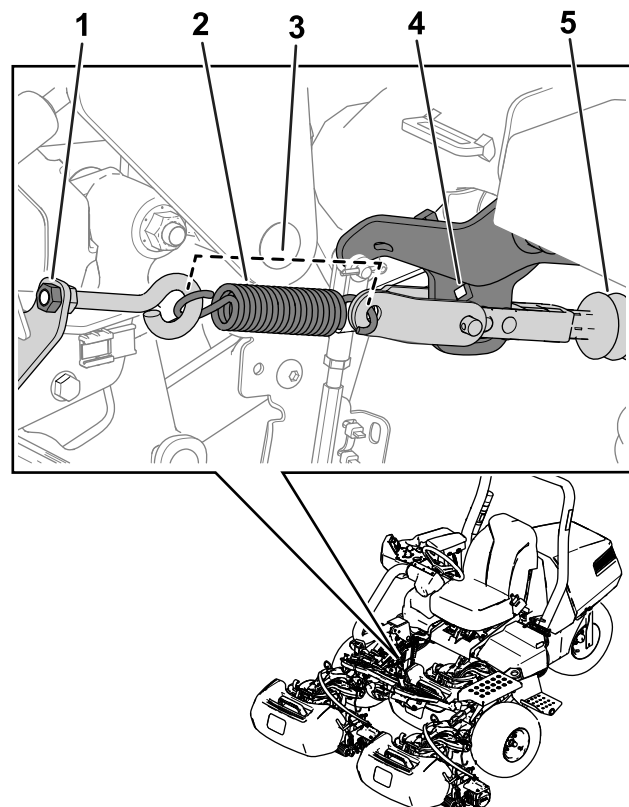

Figure 30
Remarque: Voir la Figure 30 pour cette procédure.
5. Détendez le ressort en desserrant l'écrou qui fixe le le boulon à œil au support du ressort (Figure 30).
3. Montez le ressort comme montré à la Figure 30.
4. Serrez l'écrou du boulon à œil de sorte que le ressort mesure 11,4 cm une fois en place (Figure 30).